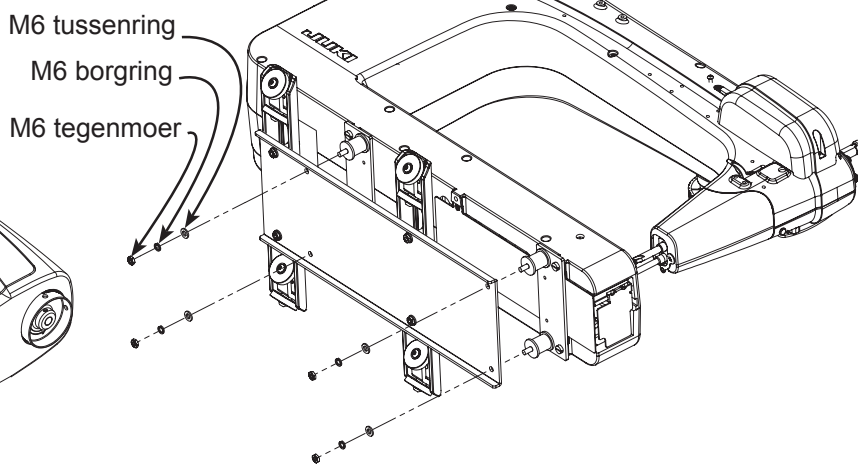

Fig. 5-4
5-4: Bevestig de machinedempplaat en wielen aan Juki Quilt Virtuoso Pro door de draadstangen van de rubberdempers te steken in de gaten op de dempplaat, zoals te zien in Fig. 5-4. Schuif ringen M6 (1), borgringen M6 (1) en tegenmoeren M6 (1) over elke draadstang en maak ze vast met de M10 moersleutel.